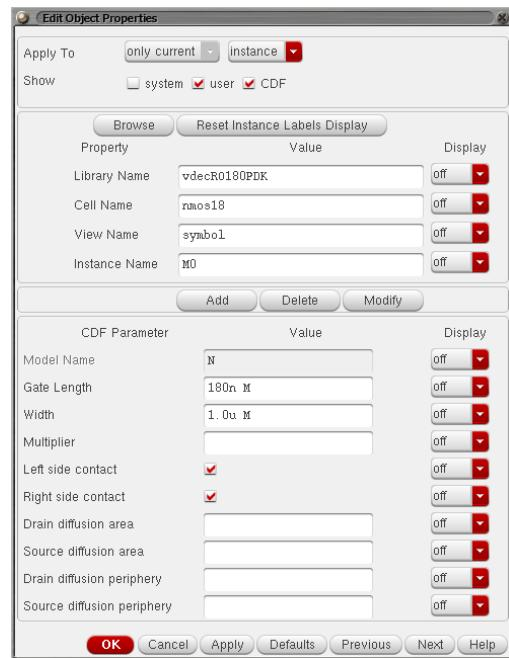

図 2: トランジスタ Property の変更
4. 配置したトランジスタをクリックで選択し、“q” キーで、図 2 に示される Edit Object Properties ウィンドウを開く。